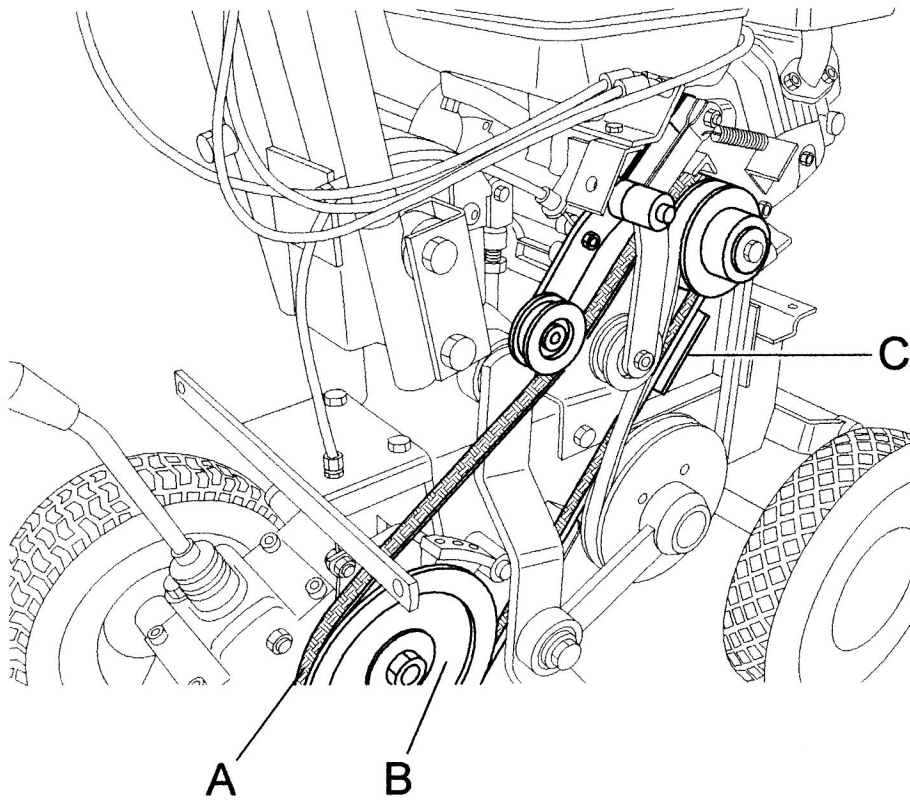

Figure 8
- Ensuite, séparer la courroie d'avance machine de sa poulie inférieure en faisant tourner la courroie dans le sens contraire des aiguilles d'une montre (Fig. 8 Réf. A et B).
- A ce point, il est nécessaire de vérifier que le positionnement et le fonctionnement de la courroie sont corrects en intervenant sur le levier de commande avance machine correspondant. Lorsque celui-ci est abaissé et que la courroie se trouve à la tension maximum, la distance entre cette dernière et les guide-courroies correspondants (Fig. 8 Réf. C) doit être d'environ 2 mm.